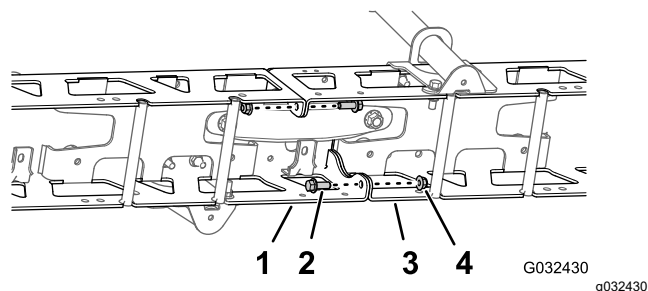

Figura 53
- Retire los 2 pernos con arandela prensada (⅜" x 1") y las 2 contratuercas (⅜") que sujetan las pestañas verticales de los tramos de celosía izquierdo y derecho (Figura 53).